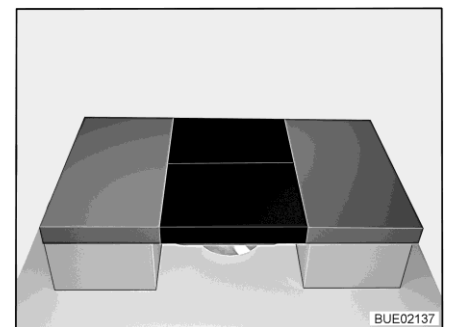

Fig. 173 Après la transformation
- Placer deux coussins supplémentaires sur la table (voir Fig. 173).